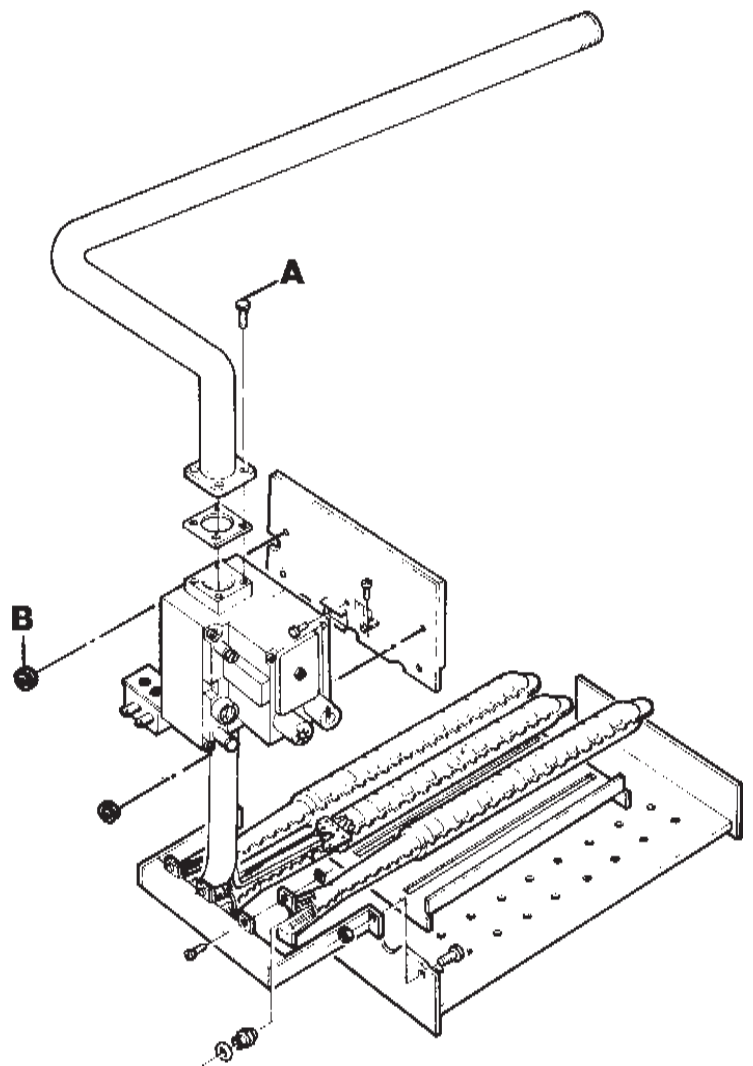

Рис. 12
- e) Снять четыре винта **A** (рис. 12), которые крепят трубу подачи газа к клапану.
- f) Удалить две гайки **B** (рис. 12), которые крепят газовую группу и люк камеры сгорания к котлу.